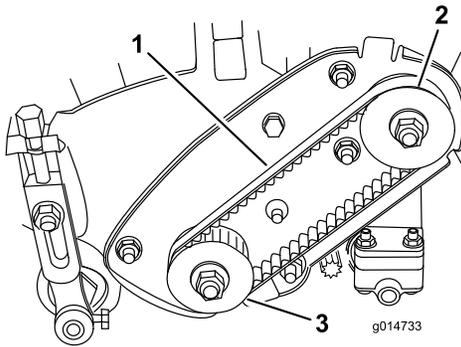

図 37
2. プーリ間の中央でベルト (図 37) を指で押して点検する。押す力は 1.8 ± 0.5 kg程度。4.8~7.9 mm 程度のたわみが出るのが適正である。たわみの量が適正でない場合は以下の手順へ進む。